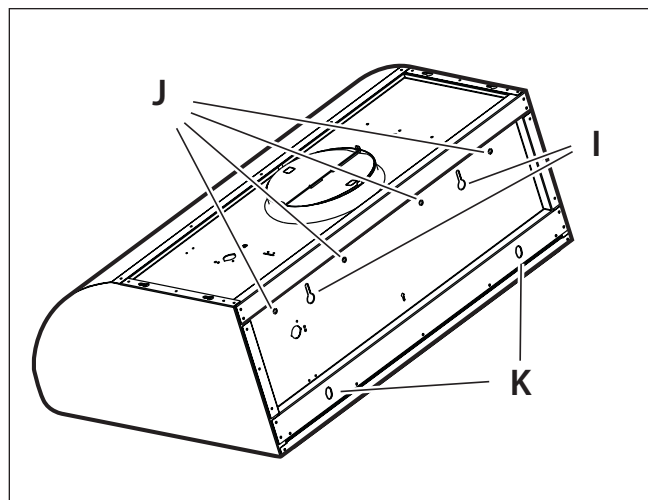

FIG. 6
11. Accrochez la hotte à l'aide des fentes I de la figure 6. Assurez-vous que le support en bois peut s'insérer dans le renforcement à l'arrière de la hotte.